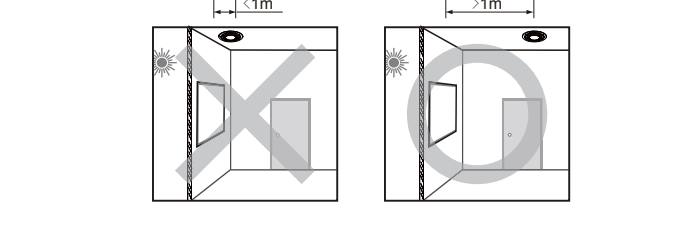

FIGURE 2
- N'installez pas le détecteur directement à côté d'une fenêtre ou d'un store qui entraînerait une mesure incorrecte de la lumière naturelle (Référez-vous à la FIGURE 2).